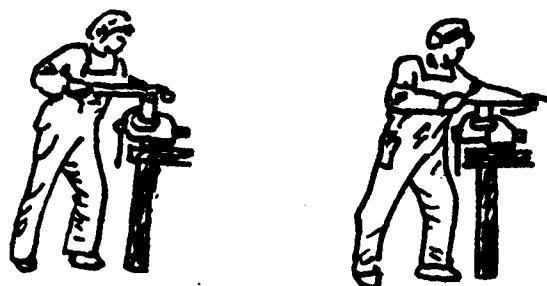

图 1-7 锉削姿势
(2) 锉削姿势 左脚跨前半步,右腿伸直,左腿弯曲,身体向前倾斜,重心落在左脚上,两脚立稳不动,靠左膝的屈伸使身体做往复运动。开始锉削时,身体要向前倾斜,右肘尽量向后收缩,推出锉刀,见图 1-7。
(3) 锉削的压力和速度 在锉削时必须掌握锉削力的平衡,使锉刀沿水平方向推进,而不上下摆动。保证锉刀平稳的条件是掌握好水平推力和垂直压力。推力主要由右手控制。压力是由两手控制的,其作用是使锉刀齿切入金属表面,由于锉刀两端伸出工件的长度随时都在变化,因此两手的压力大小必须随着变化。随着锉刀的推进,左手所加的压力应由大逐渐减小,右手所加的压力应由小逐渐增大,以保证锉刀在一个平面内运动。